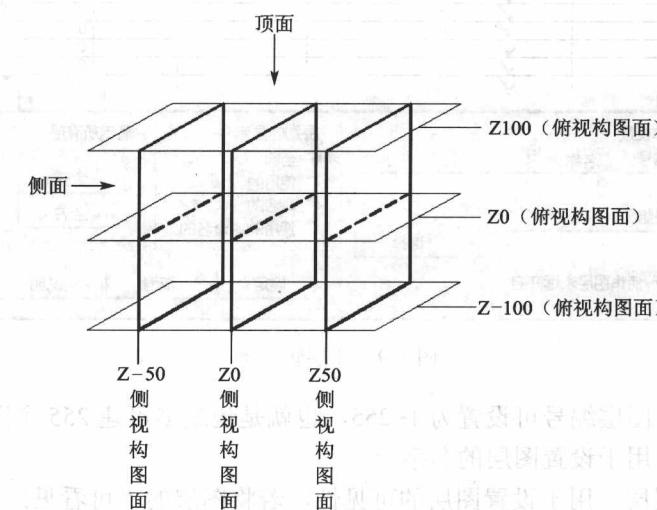

图 1-7 构图深度示意图
构图深度 (Z) 示意图如图 1-7 所示, 与每一个构图平面平行的面有无数个, 为了区分某个方向上这个面与那个面的区别, 采用了构图深度这一概念, 用 Z 来表示。当选择了一个构图平面, 则在该方向就有一个默认的构图深度为 “0” 的平面, 以此为基准面, 在该平面的两侧, 构图深度均不为 “0”, 一侧为正值, 另一侧为负值。